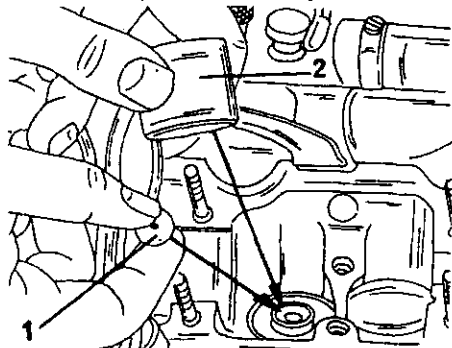

Рис. 383. Снятие толкателя (2) и регулировочной шайбы (1).
- Провернуть коленчатый вал до установки отверстия под блокирующий стержень (1) на рисунке 382 по середине между обоими отверстиями в головке цилиндров.
- Отвернуть два болта крепления натяжного ролика (3) и (4) на рисунке 382.
- Вставить четырехгранник 3/8 дюйма (привод из комплекта головок ключей) в четырехгранное отверстие (2) на рисунке 382 и отжать натяжной ролик наружу, чтобы сжать пружины.
- Затянуть болт (3) в этом положении (удерживая натяжное устройство в сжатом положении).
- Вытащить толкатель первого клапана и расположенную под ним регулировочную шайбу (Рис. 383), очистить регулировочную шайбу и измерить ее толщину. Толщина новой шайбы определяется следующим образом: Поправка = измеренный зазор минус заданное значение. Пример расчета представлен на рисунке 384.